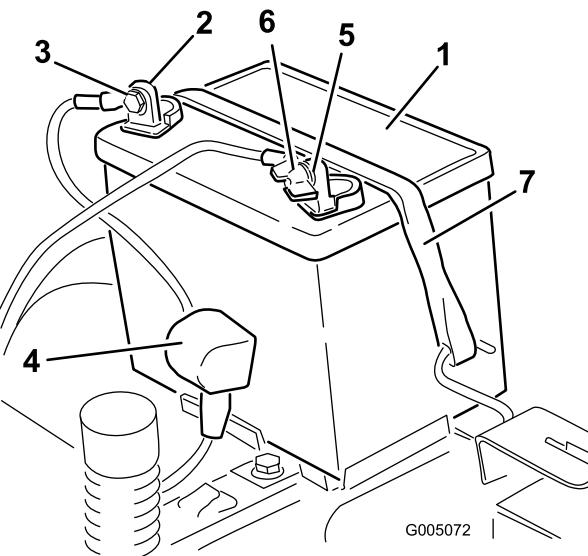

Bild 36
4. Klemmen Sie das Minuskabel (schwarz) vom Batteriepol ab (Bild 36). Bewahren Sie alle Befestigungen auf.
vom Batteriepol ab (Bild 36). Bewahren Sie alle Befestigungen auf.
6. Nehmen Sie die Batterieklemme ab (Bild 36) und heben Sie die Batterie aus dem Ständer heraus.
1. Legen Sie die Batterie in den Ständer, wobei die Klemmen zur Betriebsstellung weisen (Bild 36).
5. Befestigen Sie die Batterie mit der Befestigung (Bild 36).